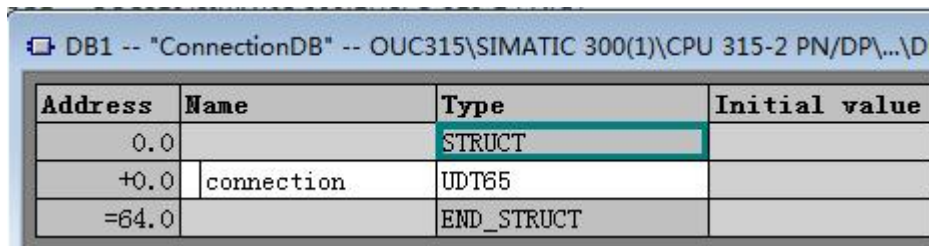

图 3-10 创建连接 DB 块
3.10 接下来创建数据块 DB1，定义一个变量，类型为 UDT65，如图 3-10 所示。